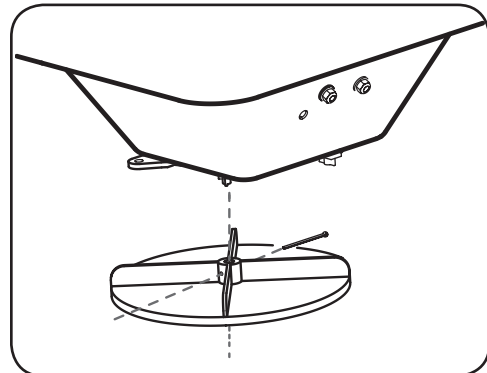

Figure 2-7
4. Ajuste el disco giratorio al eje del motor con un pasador de chaveta. Consulte la Figure 2-7.